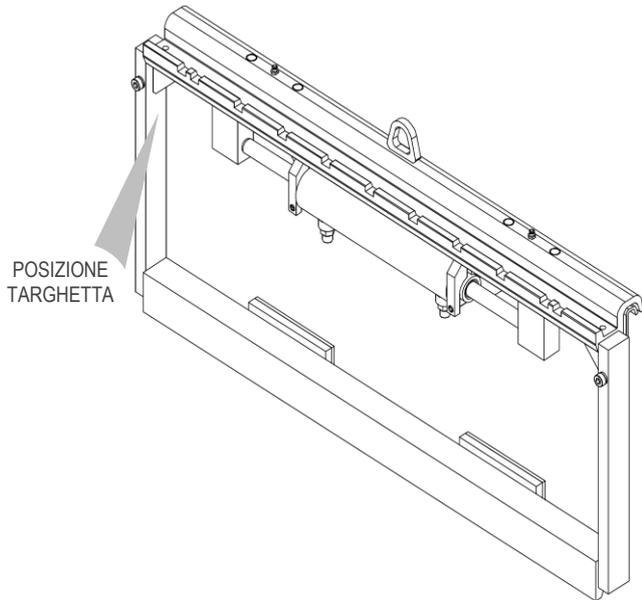
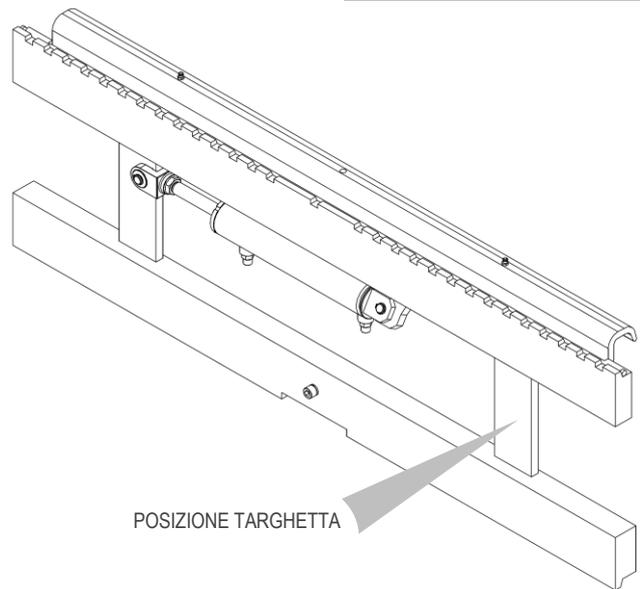

Figura 1
Figura 2
Tutte le attrezzature A.T.I.B. – SPOSTAMENTO LATERALE TIPO 209 / 109 / 108 vengono identificate mediante targhetta adesiva (vedi *Tabella 1*) posizionata sull’attrezzatura (vedi *Figura 1, Figura 2*), fare sempre riferimento al numero di matricola.
6. Per la movimentazione utilizzare cinghie o catene opportunamente dimensionate al peso dell'attrezzatura indicato in targhetta (vedi Figura 1 e la Tabella 1 a pag.6).
10. Collegare il circuito idraulico, assicurandosi che la pressione di esercizio delle tubazioni sia superiore o uguale a quella indicata sulla targhetta di identificazione (vedi *Figura 1* e la *Tabella 1* a pag. 6).
6. Per la movimentazione, devono essere utilizzate cinghie o catene opportunamente dimensionate al peso dell'attrezzatura indicato in targhetta (vedi Figura 1 e la Tabella 1 a pag.6).